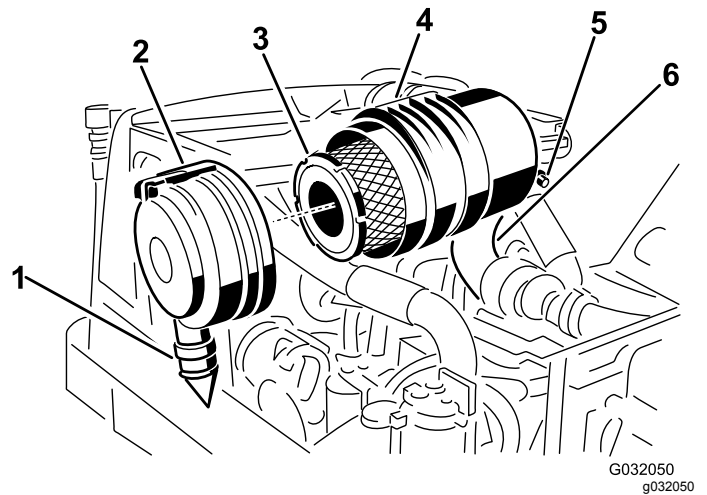

Figure 45
2. Déposez le préfiltre (Figure 45).
3. Remplacez le préfiltre (Figure 45).
positions 5:00 et 7:00 heures vu de l'extrémité, puis verrouillez-le en place (Figure 45).